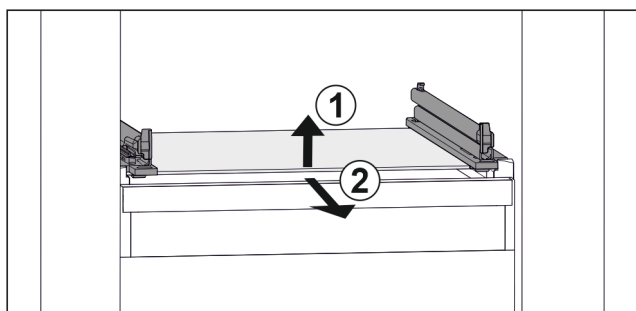

Fig. 155 Vejledende visning af glaspladen
- ▶ Løft glaspladen foran. Fig. 155 (1)
- ▶ Tag glaspladen ud fremefter. Fig. 155 (2)